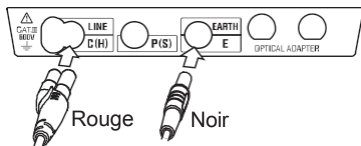

Fig. 7-1
- (1) Appuyez sur le bouton PV pour sélectionner la fonction de résistance d'isolation pour le système PV. L'écran LCD affiche "SOLA" pendant environ une seconde et la LED PV s'allume.
- (2) Connectez les cordons de mesure comme illustré par la figure 7-1. MODEL7196A à la borne LINE, et MODEL7244A à la borne EARTH